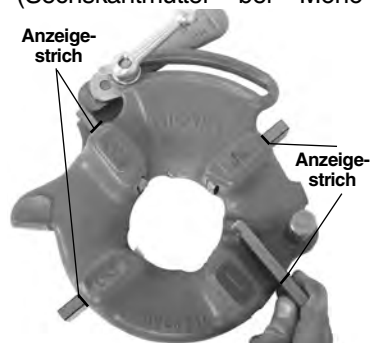

Abbildung 8 – Einsetzen der Schneidbacken
4. Heben Sie die Zunge der Scheibe aus dem Schlitz in der Größenskala. Bewegen Sie die Scheibe zum Ende des Schlitzes (Abbildung 8).
des Schneidkopfs ist (siehe Abbildung 8). Die Zahlen auf den Schneidbacken müssen denen an den Schlitten des Schneidkopfs entsprechen. Wechseln Sie Schneidbacken immer als Satz – Schneidbacken aus verschiedenen Sätzen nicht mischen.